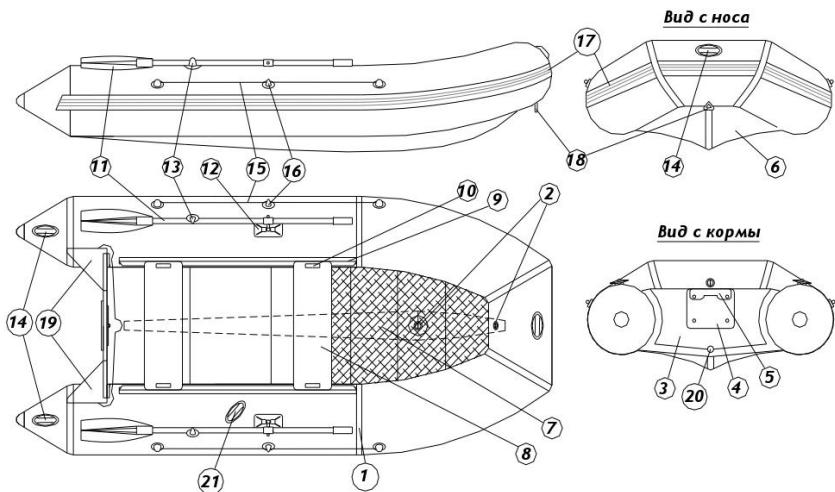

Рис.1
3.1. Конструктивно лодка "Polar Bird" серии «Merlin» («Кречет») представляет собой надувной баллон U-формы (поз.1), разделенный двумя герметичными переборками с воздушными клапанами (поз.2) на три герметичных отсека (Рис.1). Корпус лодки изготавливается из армированного эластомера с двусторонним герметизирующим покрытием из поливинилхлорида (далее ПВХ). Для установки подвесного лодочного мотора (далее - ПЛМ) лодки оборудованы жестким транцем (поз.3) с двумя транцевыми накладками (поз.4 и поз.5). Лодка имеет эластичное днище (поз.6) и жесткий настил, между которыми расположен надувной кильсон (поз.7), приклейенный к днищу. Лодка укомплектована жесткими сиденьями (поз.8), которые устанавливаются в профиль – ликтрос (поз.9) с помощью ликпазов (поз.10), жестко установленных на банках. Лодка укомплектована веслами (поз.11), которые жестко укреплены в уключинах (поз.12) и фиксируются на борту баллонов с помощью защелки (поз.13). На лодке имеются бортовые ручки для переноски лодки (поз.14); страховочный леер (поз.15), установленный в леерной ленте (поз.16); рым-кольцо для буксировки лодки (поз.18). Борт лодки защищен привальным бруском с водоотбойником (поз.17). Лодка оборудована защитой от брызг (поз.19). В нижней части транца расположен сливной клапан с пробкой (поз.20). Дополнительно лодка может быть оборудована ручкой для рулевого (поз.21).